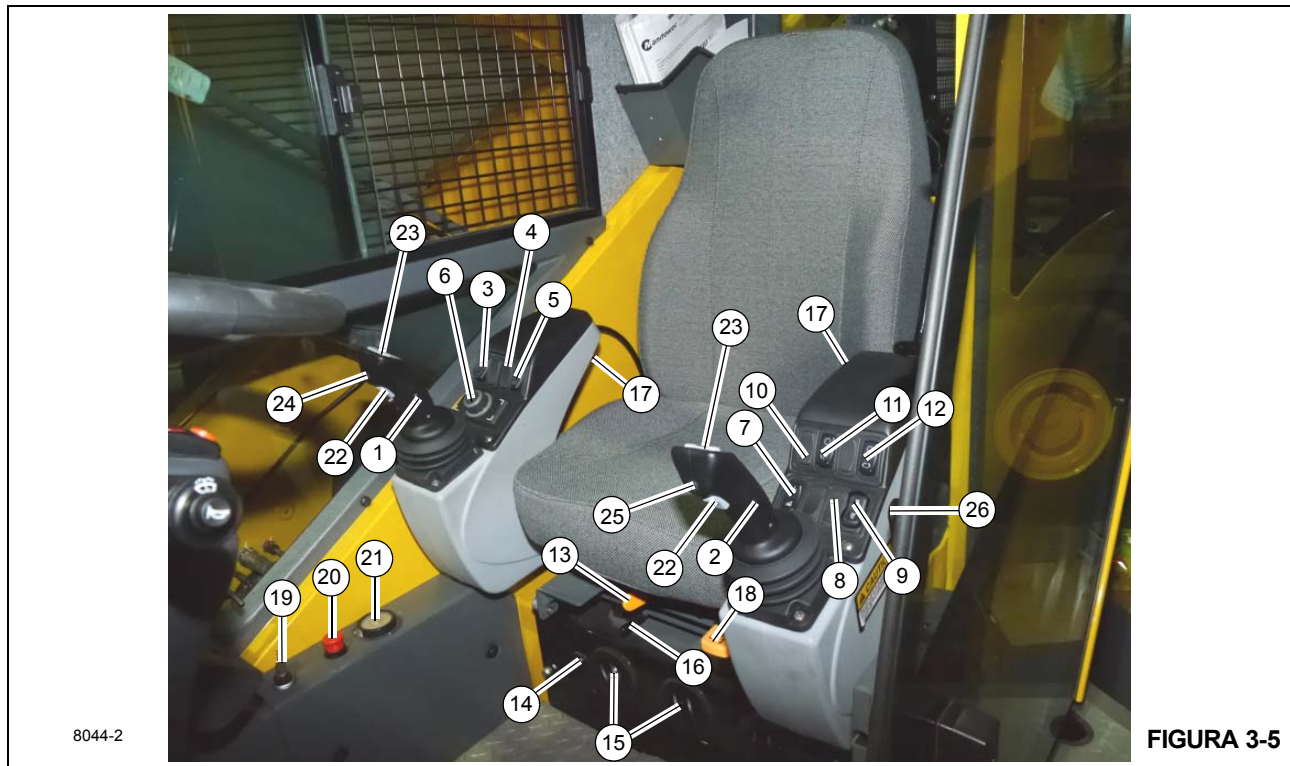

Figura 3-5 - Números de artículos
La palanca de control de elevación de la pluma/malacate principal (1) (Figura 3-5) se encuentra en el apoyabrazos derecho. Cuando se empuja la palanca hacia la derecha, se baja la pluma; cuando se la empuja hacia la izquierda, se eleva la pluma.
La palanca de control de giro/telescopización o malacate auxiliar/giro (2) (Figura 3-5) se encuentra en el extremo del apoyabrazos izquierdo. La palanca controla las funciones de giro, y cuando la grúa no está provista de malacate auxiliar, controla las funciones telescópicas. Cuando la máquina está provista de malacate auxiliar, la palanca controla las funciones de giro y del malacate auxiliar, mientras que las funciones telescópicas se controlan por medio de un pedal.
El interruptor de habilitación de malacate principal (3) (Figura 3-5) es un interruptor de contacto momentáneo que se encuentra en el apoyabrazos derecho. Pulse una vez para habilitar el malacate; vuelva a pulsar para inhabilitar el malacate. Si el interruptor se pulsa dos veces rápidamente, se habilita el malacate a velocidad alta. Si el interruptor se
El interruptor de anulación de elevación de pluma (4) (Figura 3-5) es un interruptor de dos posiciones que, cuando está instalado, se encuentra en el apoyabrazos derecho. Cuando la función de elevación está habilitada y en una condición de bloqueo del RCL, si se activa el interruptor de anulación de elevación de la pluma, se habilita la elevación de la pluma.
El interruptor de habilitación de función de elevación (5) (Figura 3-5) es un interruptor de contacto momentáneo que habilita la elevación y bajada de la pluma.
El cuadrante selector (6) (Figura 3-5) se encuentra en el apoyabrazos derecho. Permite seleccionar y activar funciones en las pantallas para navegar a través del sistema de control de la grúa.
El interruptor de habilitación de función de estabilizadores (7) (Figura 3-5) permite al operador cambiar entre extensión/retracción de los estabilizadores y elevación/bajada los gatos. Pulse y mantenga pulsado este interruptor para que la pantalla inferior cambie a la página de los estabilizadores.
El interruptor de bloqueo del diferencial (8) (Figura 3-5) se encuentra en el apoyabrazos izquierdo. Activa la función de bloqueo del diferencial para suministrar mayor tracción, cuando la tracción en cuatro ruedas esté seleccionada, en carreteras con superficies en mal estado. Puede activarse por un máximo de 30 segundos a la vez.
El interruptor de dirección trasera (9) (Figura 3-5) es un interruptor tipo basculante de tres posiciones, con retorno por resorte a la posición de apagado, y se encuentra en el apoyabrazos izquierdo. Presione la parte inferior del interruptor para accionar una válvula de control que gira las ruedas traseras hacia la izquierda, lo cual hace que la grúa vire hacia
El interruptor de habilitación del malacate auxiliar (10) (Figura 3-5) se encuentra en el apoyabrazos izquierdo. Habilita el malacate auxiliar y establece la velocidad alta en la misma forma en que el interruptor de habilitación de malacate principal lo hace para el malacate principal.
El interruptor de habilitación de telescopización de la pluma (11) (Figura 3-5) se encuentra en el apoyabrazos izquierdo. Habilita la función de telescopización de la pluma para el pedal de control telescópico opcional, o para la palanca de control si no hay un malacate auxiliar.
El interruptor de habilitación de giro (12) (Figura 3-5) se encuentra en el apoyabrazos izquierdo. Este interruptor de dos posiciones (encendido/apagado) sirve para regular una válvula hidráulica que envía un flujo de presión regulada hacia el freno de giro y desde él. Cuando se mueve la palanca de control para girar la grúa, se libera el freno. Cuando la grúa deja de girar, el freno de giro se vuelve a aplicar.
El movimiento de la palanca de deslizamiento del asiento (13) (Figura 3-5) habilita el asiento sólo para que deslice, hacia adelante o hacia atrás.
La unidad de climatización del acondicionador de aire/calefactor de la cabina de la grúa (14) (Figura 3-5) se encuentra en la cabina, debajo del asiento del conductor. Los registros (15) forman parte de la unidad de climatización y se pueden ajustar para dirigir el flujo de aire.
El movimiento de la palanca de deslizamiento del bastidor del asiento (16) (Figura 3-5) deslizará el asiento y el apoyabrazos del asiento hacia adelante o hacia atrás.
Los controles de los apoyabrazos izquierdo y derecho se pueden ajustar por medio de los botones de ajuste (17) (Figura 3-5) que se encuentran en la parte trasera del apoyabrazos. Pulse el botón para girar todo el apoyabrazos y suelte el botón cuando quede en la posición deseada.
Para ajustar la altura del asiento, eleve la palanca de ajuste de altura (18) (Figura 3-5) y luego ajuste el asiento, según sea necesario.
El interruptor de anulación del RCL (19) (Figura 3-5) es un interruptor momentáneo. Gire la llave en sentido horario para anular el indicador de tres vueltas y el interruptor de prevención del contacto entre bloques. Se anulará solamente durante el tiempo que el interruptor esté en la esta posición.
El interruptor de parada de emergencia de la grúa (20) (Figura 3-5) se encuentra en la consola derecha de la cabina y se utiliza para apagar el motor de la grúa. Presione el botón rojo hacia adentro para apagar el motor; esto ilumina el icono de parada de emergencia en pantalla del operador del CCS. Gire la perilla y tire de la misma hacia afuera para reanudar el funcionamiento normal.
El indicador de nivel (21) (Figura 3-5) se ubica en el lado derecho de la cabina, en el interruptor de parada de emergencia. Este indicador proporciona al operador una indicación visual para determinar el estado de nivelación de la máquina.
Los interruptores de hombre muerto (22) (Figura 3-5) se encuentran en la parte delantera de las dos palancas de control. Cualquiera de estos interruptores se puede utilizar en lugar del interruptor del asiento para mantener las funciones de la grúa activas.
Los interruptores de velocidad alta del malacate (23) (Figura 3-5) son interruptores de dos posiciones, de regreso automático al centro, que se accionan con el pulgar. Si se pulsa el lado derecho, la velocidad alta se mantiene hasta que sea desactivado; si se pulsa el lado izquierdo, se aumenta la velocidad momentáneamente.
El botón de bocina (24) (Figura 3-5) se encuentra en la parte delantera superior de la palanca de control derecha. El botón hace sonar la bocina durante el funcionamiento de la grúa.
El botón de giro libre (25) (Figura 3-5) se encuentra en la parte delantera superior de la palanca de control izquierda.
Utilice la palanca del mecanismo de desbloqueo de la puerta de la cabina (26) (Figura 3-5) para abrir o cerrar la puerta de la cabina desde el interior de la cabina.
Los indicadores de rotación de malacate (27) (Figura 3-5 - Números de artículo) para los malacates principal y auxiliar se encuentran en la parte superior de cada palanca de control de malacate (1, 2) (Figura 3-5). Cada indicador se controla electrónicamente por medio de una señal de entrada recibida de un sensor instalado en el malacate correspondiente y una señal de salida de un módulo de control. Cada palanca de control de malacate (1, 2) vibra cuando su malacate está funcionando de manera que el pulgar del operador pueda sentirlo.
Este interruptor (28) (Figura 3-5 - Números de artículo) está en el asiento. Para poder activar las funciones de la grúa, el operador debe estar sentado en el asiento para habilitar el interruptor.